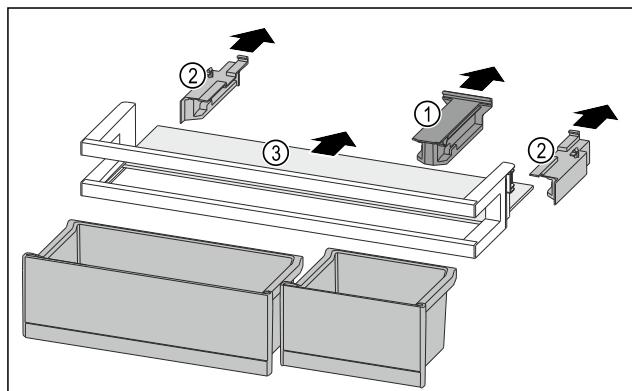

Fig. 92
- Stiahnite prídružný diel Fig. 92 (1).
- Stiahnite bočnice Fig. 92 (2).
- Odoberte odkladaciu plochu Fig. 92 (3).